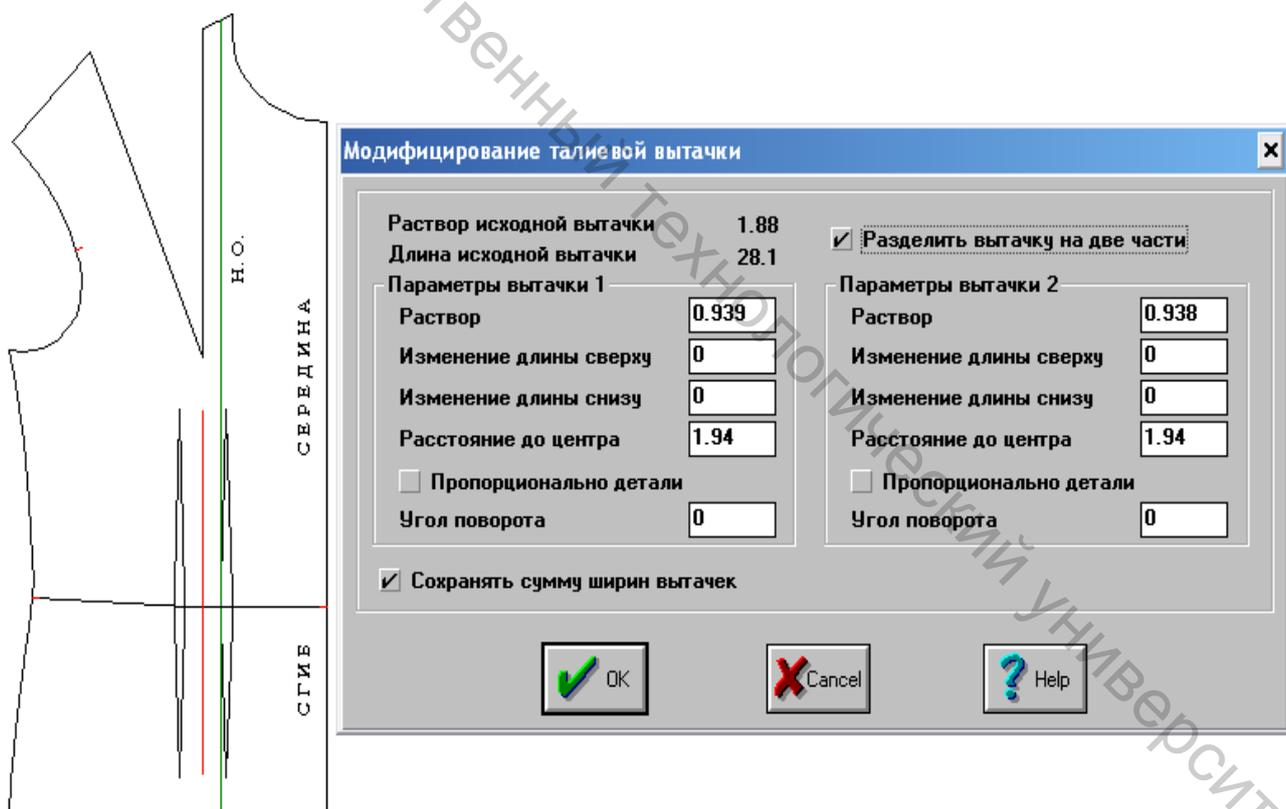

Рисунок 3.22 – Модифицирование талиевой вытачки
– **модифицирование талиевой вытачки** включает выполнение всевозможных действий с талиевой вытачкой (автоматическое деление ее на 2 вытачки, изменение раствора каждой из них с сохранением исходного раствора и без, изменение высоты (сверху и/или снизу, изменение угла наклона и расстояния до середины) (рис. 3.22);